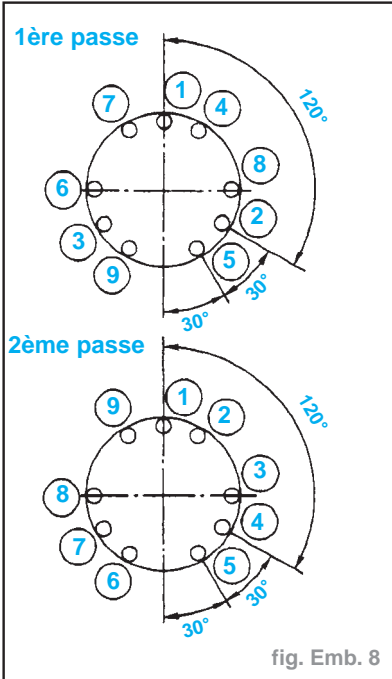

fig. Emb. 8
- Serrer les boulons dans l'ordre numérique, en deux étapes (fig. Emb.8) :